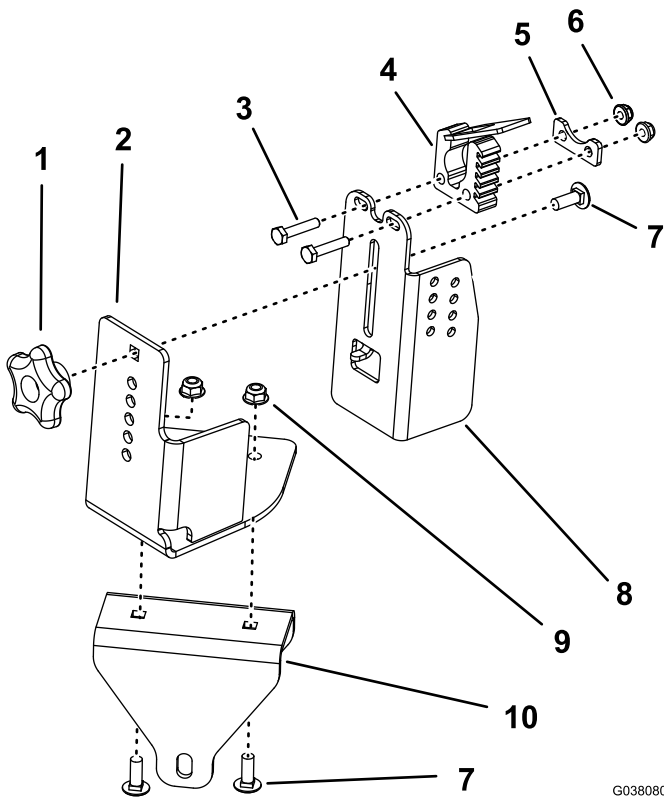
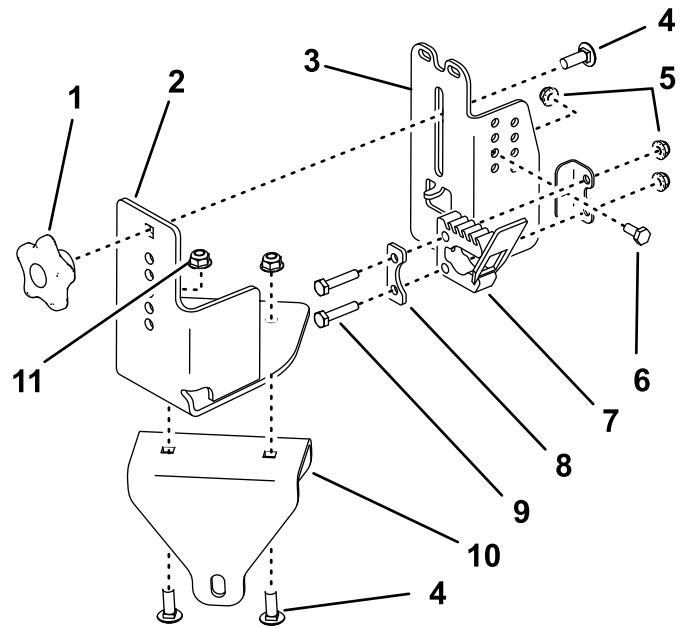

Bild 3
Bild 4
2. Montieren Sie die vordere Befestigung, wie in **Bild 3** oder **Bild 4** abgebildet.